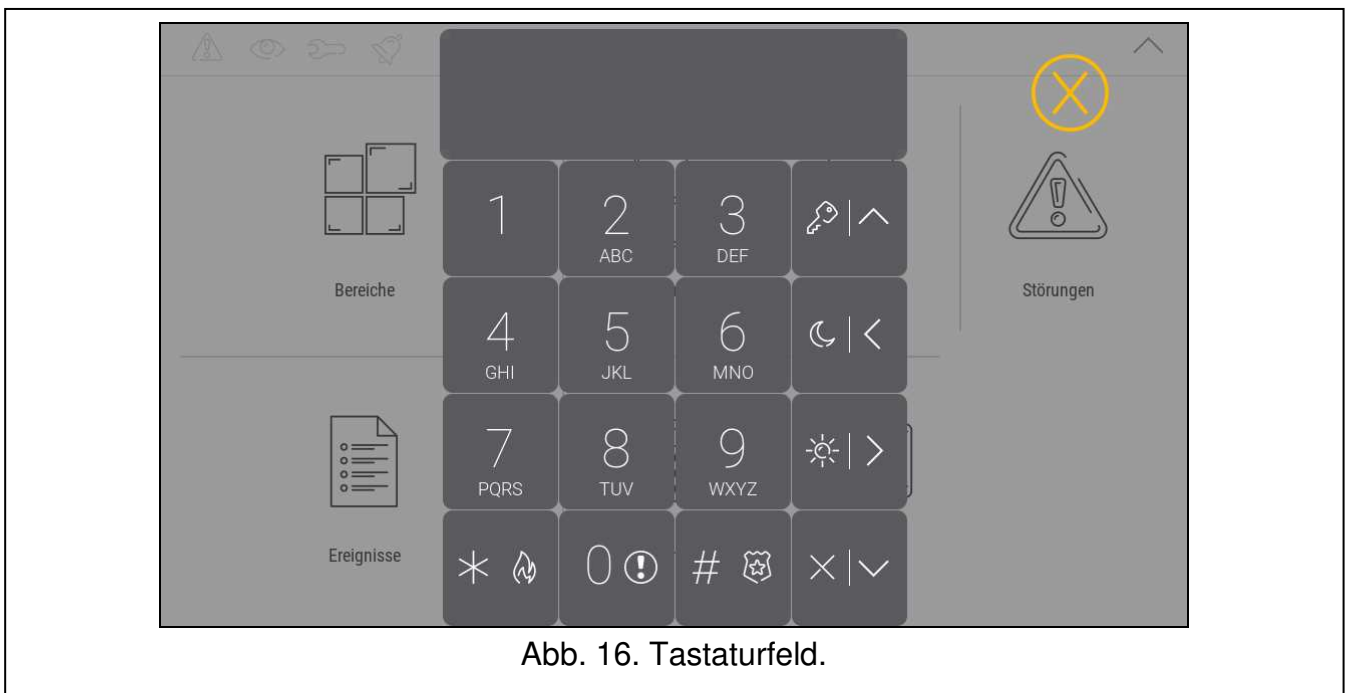

Abb. 16. Tastaturfeld.
4. Tippen Sie auf die Funktion „Tastaturfeld“. Es wird das Tastaturfeld angezeigt (Abb. 16).